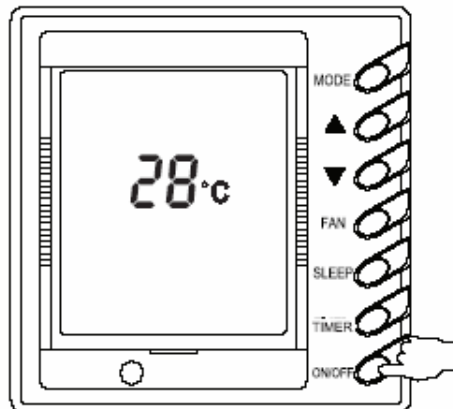
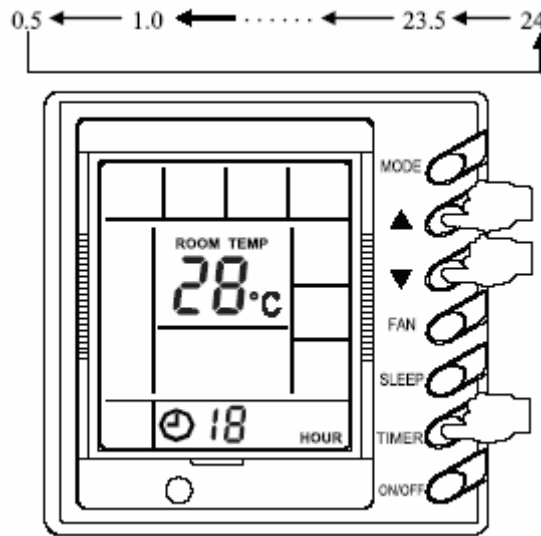

Fig.17
Fig. 18
1.1 On/Off (Fig.17) Ligado / Desligado
NOTA: A Fig.17 apresenta o estado uma vez ligada a unidade. Quando a comunicação é normal, em ambos casos (ligado e desligado) apresentará a temperatura ambiente, aqui não há “linha reticular”, na Fig 18, apresenta a unidade desligada.
1.2 Ajuste do temporizador (Fig.18)
**NOTA:** A Fig. 18 apresenta a área relevante.